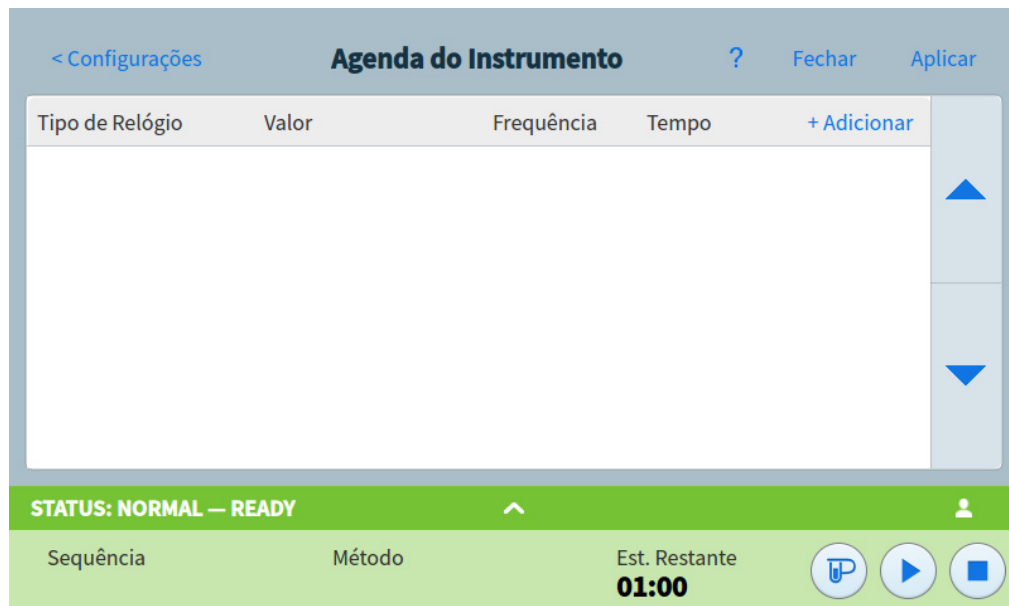

Figura 76. Área Opções do Agendador
- 3 Role pela área Opções do Agendador. Consulte a **Figura 76**.